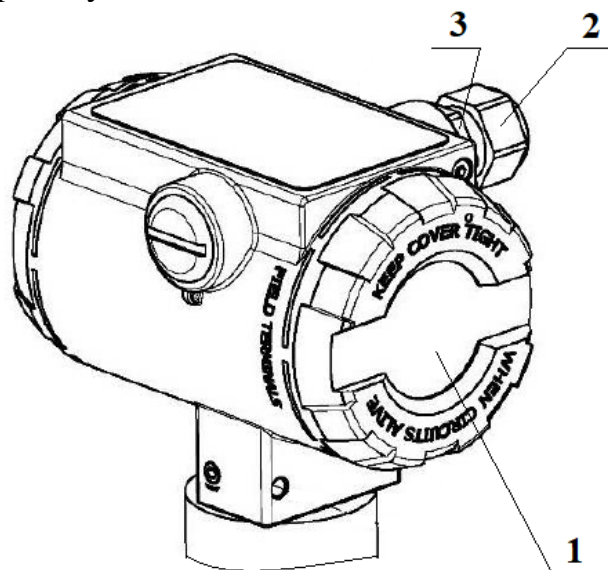

Рисунок 9 – Электрическое подключение исполнений корпусов ALW
2.2.23 Для электрического присоединения преобразователя с исполнением корпуса ALW (ALE, SN) (рисунок 9) необходимо: